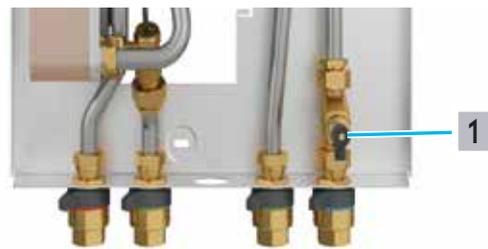

Abb. 28: Position Filtereinsatz Heizkreis-Rücklauf
Schließen sie eine Schlauchleitung an das Entleerventil (siehe Abb. 28 auf Seite 29 (1)) im Heizkreis an um austretendes Wasser leichter in ein Gefäß zu leiten.
- 2** Öffnen Sie das Entlüftungsventil ((4) in Abb. 3 auf Seite 10) und das Entleerventil (siehe Abb. 28 auf
- 4 Schrauben Sie das Entleerventil (siehe Abb. 28 auf Seite 29 (1)) aus dem Gehäuse im Heizkreis-Rücklauf.